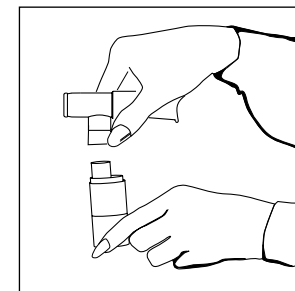

Figure 5
7. Monter l'embout buccal et la pièce en T (si applicable) et les insérer dans la partie supérieure du couvercle du nébuliseur **Figure 5**. En cas d'utilisation d'un masque à aérosols, insérer la partie inférieure du masque directement dans la partie supérieure du couvercle du nébuliseur.